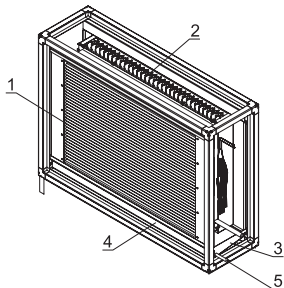

Рисунок 25
Воздухоохладитель (рис.25) представляет собой теплообменник (1) с медными трубками и алюминиевыми ребрами. Патрубки коллекторов выполнены под пайку. Теплообменник (1) и каплеуловитель (2) установлены на специальные направляющие и образуют разборную конструкцию, позволяющую демонтировать их по отдельности. В корпусе секции так же установлен поддон (3) для сбора конденсата. Слив конденсата из поддона осуществляется через патрубок (5), установленный в поддоне.